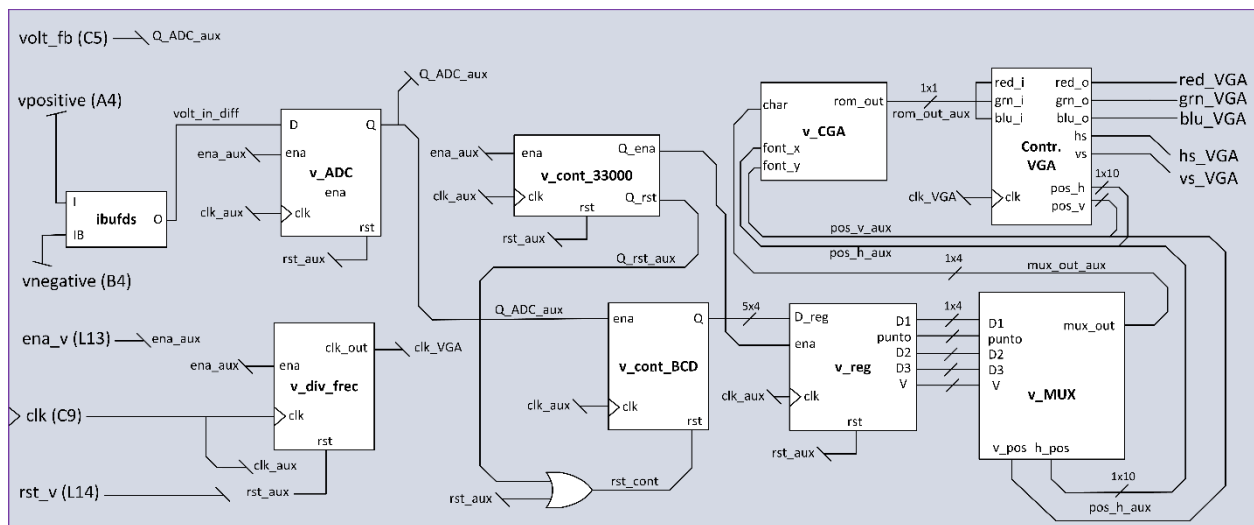

Figura 9. voltímetro digital
La tensión a medir ingresará al bloque ADC a través de vpositive. La salida del ADC (Q) ingresará a la entrada del contador BCD de 5 décadas. La resolución del contador será de 0.0001V como se indicó en la introducción de este trabajo. El bloque v_cont_33000 contará de forma independiente 33001 ciclos de reloj y, al llegar al final de cada ciclo de conteo enviará una señal de reset al bloque contador BCD. Además, al contar 33000 enviará una señal de enable al bloque v_reg que capturará la salida de las tres cifras más significativas del bloque v_cont_BCD que se desactivará al siguiente ciclo de reloj. Como v_reg actúa de memoria, guardará estos valores y los enviará, junto con las referencias en ROM de los caracteres “V” y “.” Al bloque v_MUX. Este multiplexor de 5 entradas enviará, a través de su salida mux_out, el dígito que debe dibujar el controlador VGA en base a la posición en pantalla que indiquen las señales de barrido v_pos y h_pos. Los primeros 3 bits de estas señales (9, 8, 7) indican en cuál de los 5 bloques horizontales se encuentra el barrido y en cual de los 4 verticales como se puede ver en la figura 9. Los bits 6, 5 y 4 indican en cual de los 64 sub bloques (8*8) de 16*16 píxeles se encuentra el barrido, de esta manera se podrá referenciar la ROM de manera específica como se muestra a